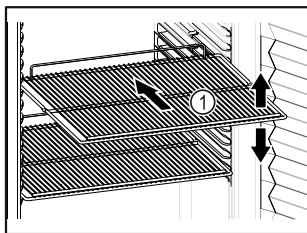

Fig. 57
- Déplacer les grilles de support Fig. 57 (1) en fonction de la hauteur nécessaire.